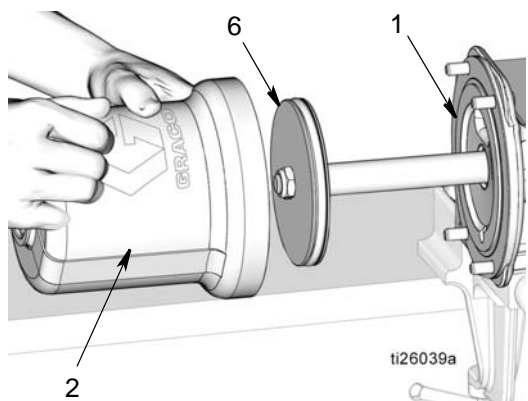

Рис. 52
- a. Используйте чистую салфетку для обтирания внутренних поверхностей пневматического цилиндра (2) и удаления любой грязи или загрязняющих веществ.
- b. Нанесите тонкий слой консистентной смазки на внутренние поверхности пневматического цилиндра (2). Надвиньте пневматический цилиндр (2) поверх поршня (6), и вталкивайте его на всю длину хода вниз до тех пор, пока он не будет плотно посажен на основание насоса (1). См. Рис. 52.